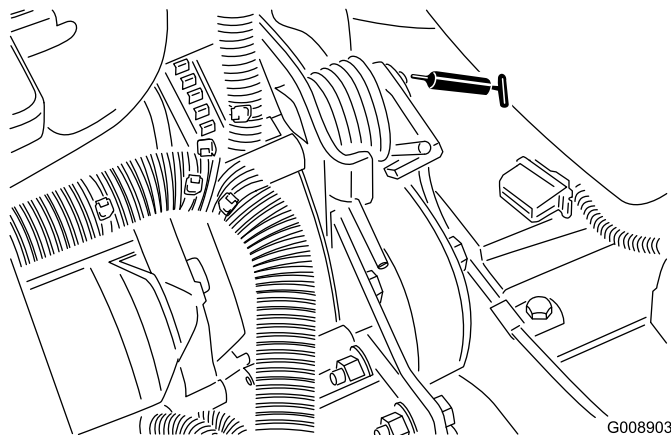

Figura 48
- Perno di tensionamento della cinghia (Figura 48)